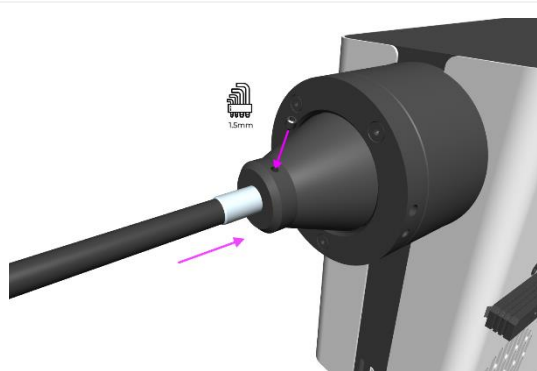

图 15
2. 牢牢固定住液体导光板的同时，使用 1.5 毫米六角**扳手**轻轻拧紧光源输出端的固定螺丝 (图 15) 。图 15).